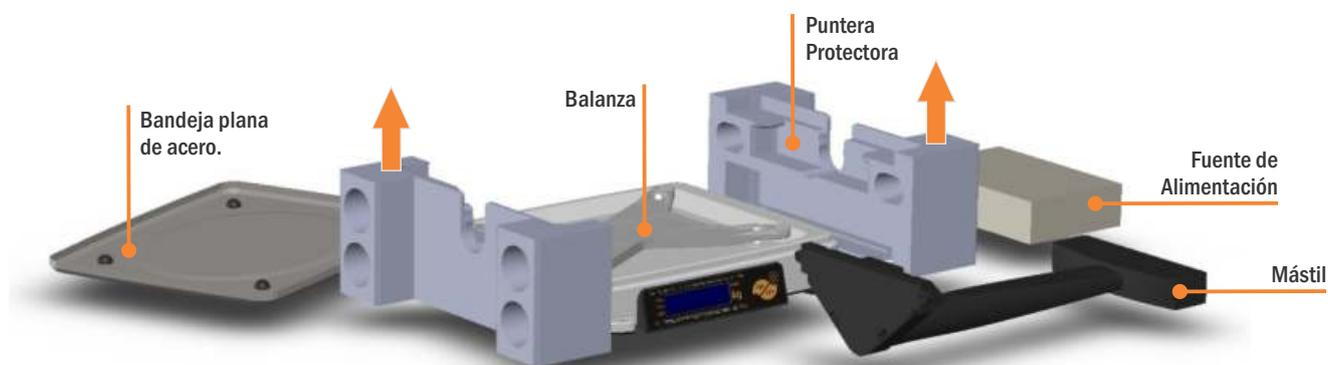

Fig. 2
3. Retire una de las PUNTERAS de protección interna y levante cuidadosamente el EQUIPO hasta sacarlo de la caja (fig2).